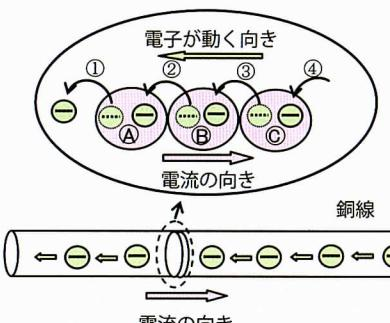

図3 銅線の中の電気の流れ
では、銅やアルミニウム金属の中をどのようにして電流が流れるのかを図3で説明します。原子Ⓐの電子Ⓑが何らかの刺激で外に飛び出したとする(図中①)、原子Ⓐは電子1個不足した形となるので、結果的にプラスの電気を帯びた原子になる。隣の原子Ⓑの電子Ⓓが飛び出し、原子Ⓐに入り(図中②)、原子Ⓐの電位はゼロになる。同様に原子Ⓑは電子1個不足した形となるので、結果的にプラスの電気を帯びた原子になる。隣の原子Ⓓの電子Ⓐが飛び出し、原子Ⓓに入り(図中③)、原子Ⓓの電位はゼロになる(図中③)。以後同様の